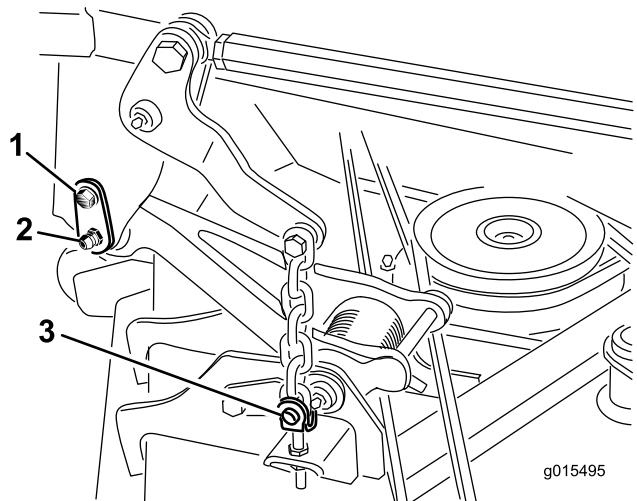

図 1
- リテーナピンをキャリアフレームに接続しているショルダ付きねじを外す図 1。
8. デッキの昇降チェーンをカッティングデッキの調整クレビスに固定しているリングピン4本とクレビスピンを取り外す図 1。